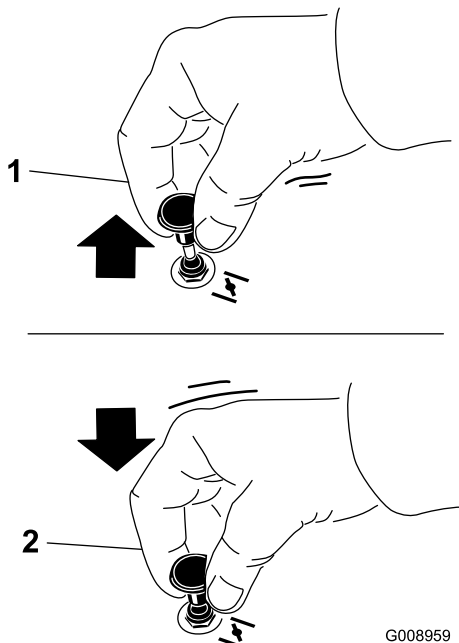

Figure 12
1. Tirez sur le bouton de starter pour engager le starter avant d'utiliser le commutateur d'allumage (Figure 12).
2. Poussez sur le bouton pour désengager le starter lorsque le moteur a démarré (Figure 12).